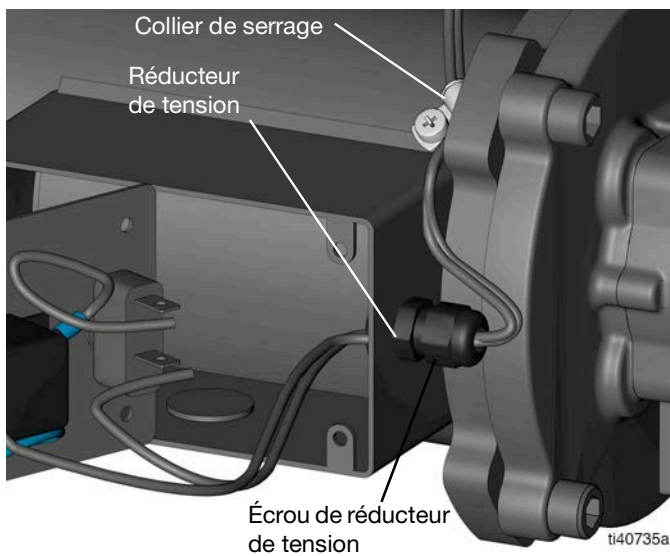

FIG. 21
10. Dévissez l'écrou du réducteur de tension (FIG. 21).
11. Tirez les fils du pressostat hors de la boîte à bornes à travers le réducteur de tension (FIG. 21).
12. Retirez les fils du pressostat du collier de serrage (FIG. 21).
3. Poussez les fils du pressostat dans le collier de serrage, à travers la boîte à bornes et à travers le réducteur de tension (voir FIG. 21).
5. Tournez l'écrou du réducteur de tension à l'aide d'une clé jusqu'à ce qu'il soit serré (voir FIG. 21).